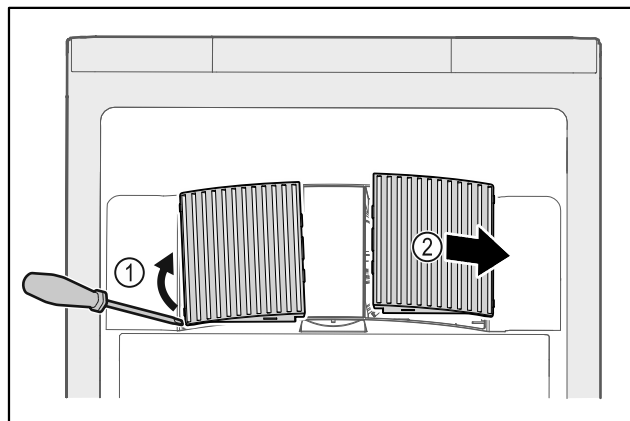

Fig. 58
- ▶ Ventilatorafdekkingen voorzichtig aan de zijkant eruit halen Fig. 58 (1) en naar de voorkant toe verwijderen Fig. 58 (2).